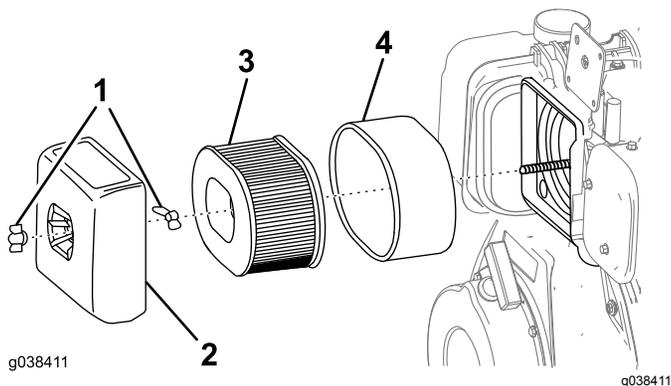

Рисунок 20
3. Выверните барашковую гайку, которая крепит крышку воздухоочистителя (Рисунок 20).
6. Снимите элементы из вспененного материала и бумаги с основания (Рисунок 20).
7. Снимите элемент из вспененного материала с бумажного элемента (Рисунок 20).